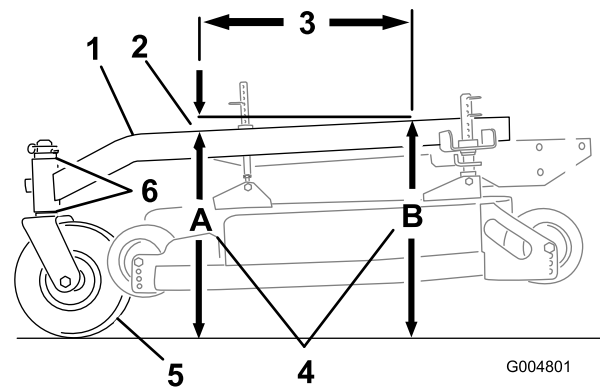

Figure 69
L'inclinaison avant/arrière du bâti porteur doit être comprise entre 3 mm (1/8 po) et 9 mm (3/8 po) sur 61 cm (24 po) de sa longueur (Figure 69).
- Mesurez 61 cm (24 po) sur le bâti porteur (Figure 69).
- Mesurez la hauteur du bâti porteur au point **A** (Figure 69).
- Mesurez la hauteur du bâti porteur au point **B** (Figure 69).
- La hauteur au point **A** doit être inférieure de 3 à 10 mm (1/3 à 3/8 po) par rapport au point **B** (Figure 69).
- Si ce n'est pas le cas, déplacez les entretoises des roues pivotantes de manière à obtenir l'inclinaison voulue de 3 à 10 mm (1/8 à 3/8 po) (Figure 69).